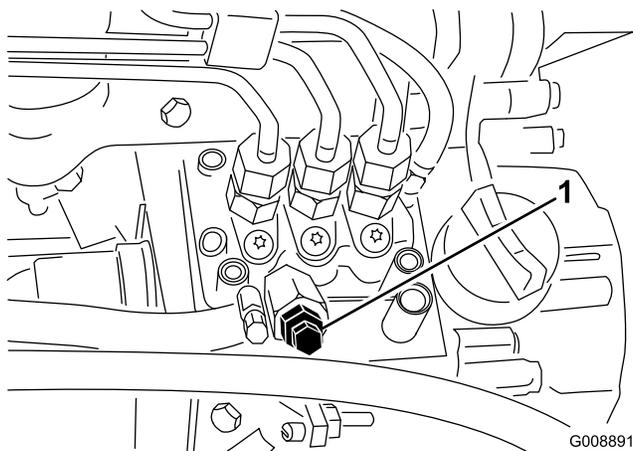

Figure 43
3. Desserrez la vis de purge sur la pompe d'injection (Figure 43).